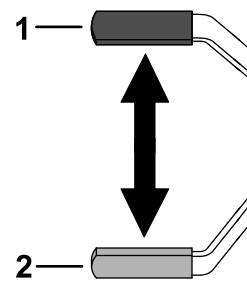

Bild 17
- Ziehen Sie zum Aktivieren der Feststellbremse den Bremshebel nach hinten und oben (**Bild 17**).
- Ziehen Sie zum Lösen der Feststellbremse den Hebel nach hinten und dann nach unten (**Bild 17**).